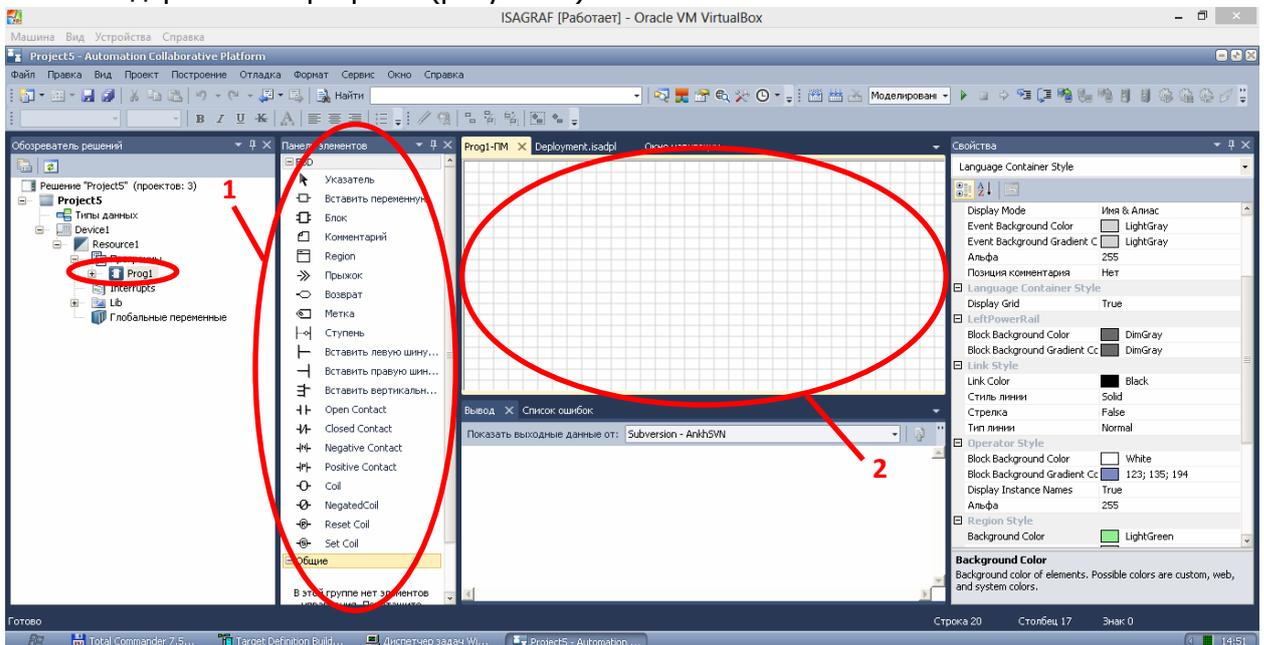

Рисунок 8. Создание программы.
- 9) Двойным кликом щелкаем по вкладке с названием нашей программы, появляется панель инструментов – 1 и основное поле программы – 2 для создания самого содержимого программ (рисунок 8).